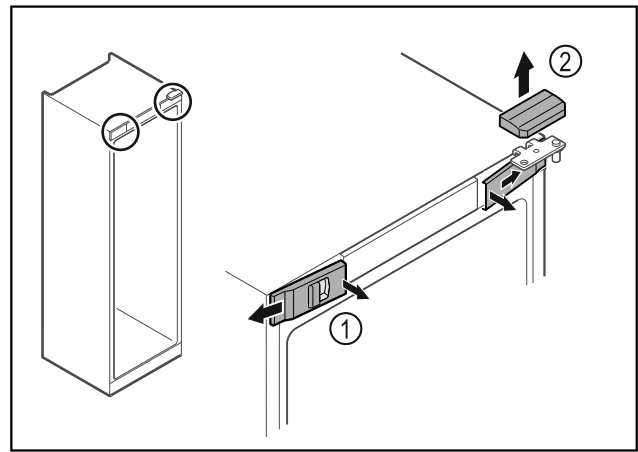

Fig. 12
- ▶ Передние крышки Fig. 12 (1) освободите от фиксации с внутренней стороны и отведите в сторону.
- ▶ Движением вверх снимите верхнюю крышку Fig. 12 (2).